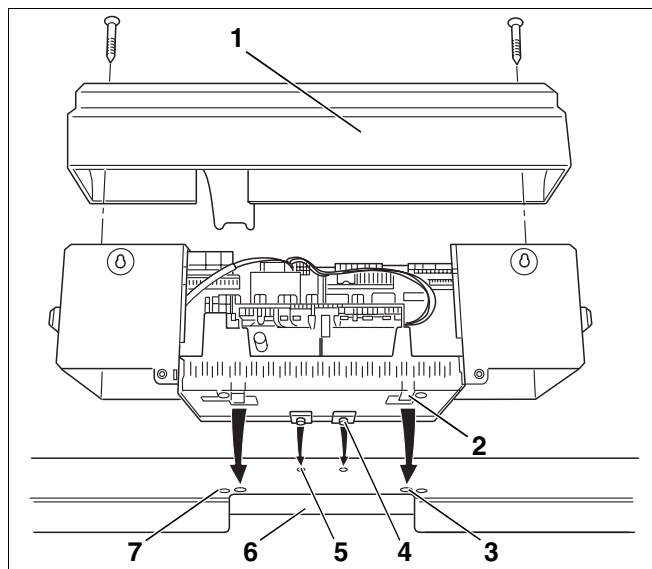
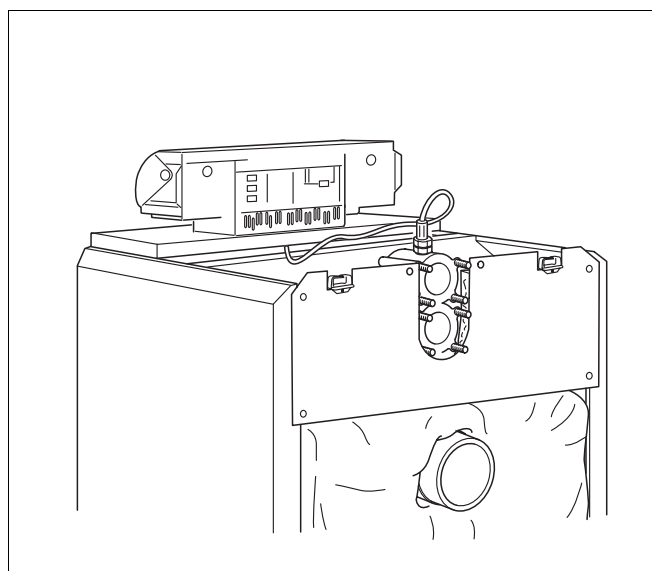

Fig. 43 Montaj – aparat de reglare
Fig. 48 Cazan cu aparatul de reglare montat
În fig. 43 sunt prezentate aparatul de reglare și capacul anterior, văzute din spate.
- Se deșurubează cele două șuruburi din capac (fig. 43, **poz. 1**). Se îndepărtează capacul prin ridicare.
- Se așează aparatul de reglare pe manta. Piciorușele-cârlig de pe aparatul de reglare (fig. 43, **poz. 4**) se introduc în găurile ovale din capacul anterior al cazanului (fig. 43, **poz. 5**). Se trage aparatul spre față și după care se împinge partea din spate în jos. Cârligele elastice (fig. 43, **poz. 2**) trebuie să intre în orificiile dreptunghiulare din spatele capacului anterior al cazanului (fig. 43, **poz. 3**).
- Carcasa aparatului de reglare se fixează în stânga și în dreapta decupării pentru cabluri (fig. 43, **poz. 6**) din capacul anterior al cazanului cu două șuruburi de tablă (fig. 43, **poz. 7**).
- Capacul aparatului de reglare (fig. 43, **poz. 1**) se fixează cu două șuruburi de tablă din nou de carcasă (fig. 48).